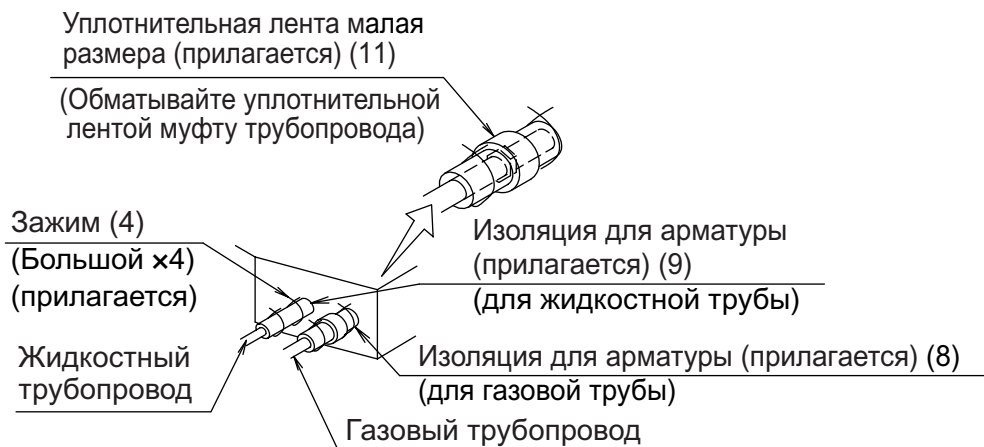

Рис. 16
- После проверки утечки газа обязательно проследите за выполнением теплоизоляционных работ на участке стыка труб, внимательно следя за соответствием приводимому ниже рисунку и контролируя использование поставляемых теплоизоляционных материалов для фитингов (8) и (9). (Закрепите оба конца с помощью зажимов (4).) (См. рис. 16)
- Обматывайте уплотнительной подушкой (11) только изоляцию стыков на стороне газопровода. (См. рис. 16)